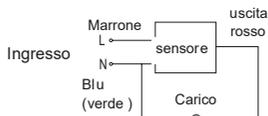

Fig.6
4. Eseguire il cablaggio come indicato dallo schema (fig.6)